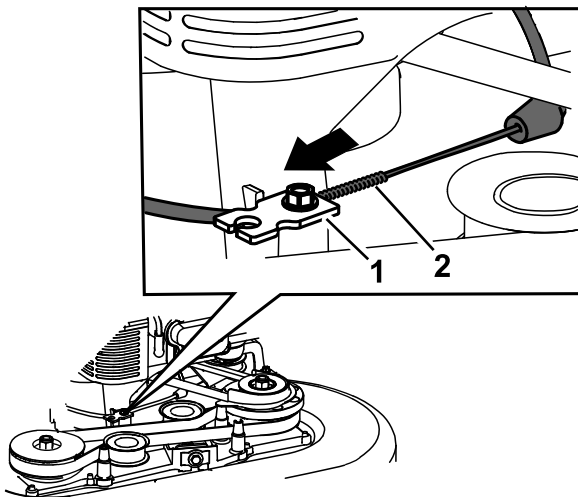

Bild 46
6. Ziehen Sie am Kabelmantel, um das Spiel zu entfernen (**Bild 46**).